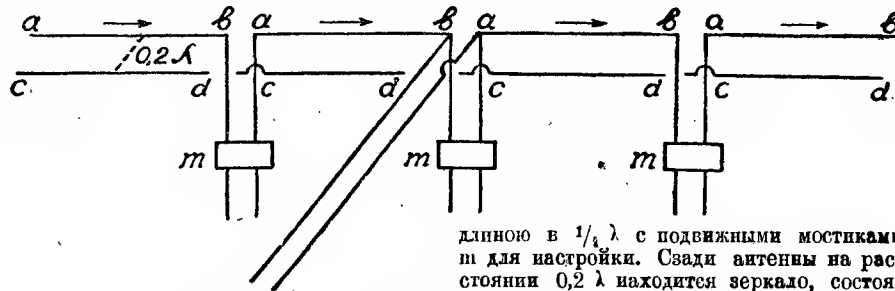

Рис. 4.
4) Горизонтальная сложная антенна из 4-х горизонтальных проводов длиной по  $\frac{1}{2}\lambda$  изображена на рис. 4. Эти излучающие провода соединены системами Лехера